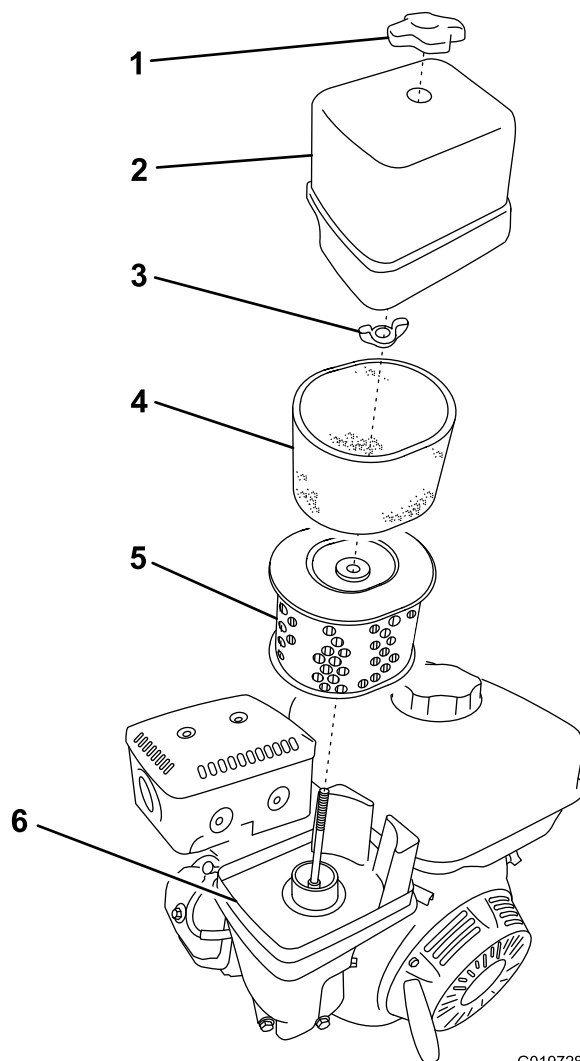

Figura 25
3. Remova a porca de fixação da tampa (Figura 25).
5. Remova os elementos de espuma e papel da base (Figura 25).
6. Remova o elemento de espuma do elemento de papel (Figura 25).